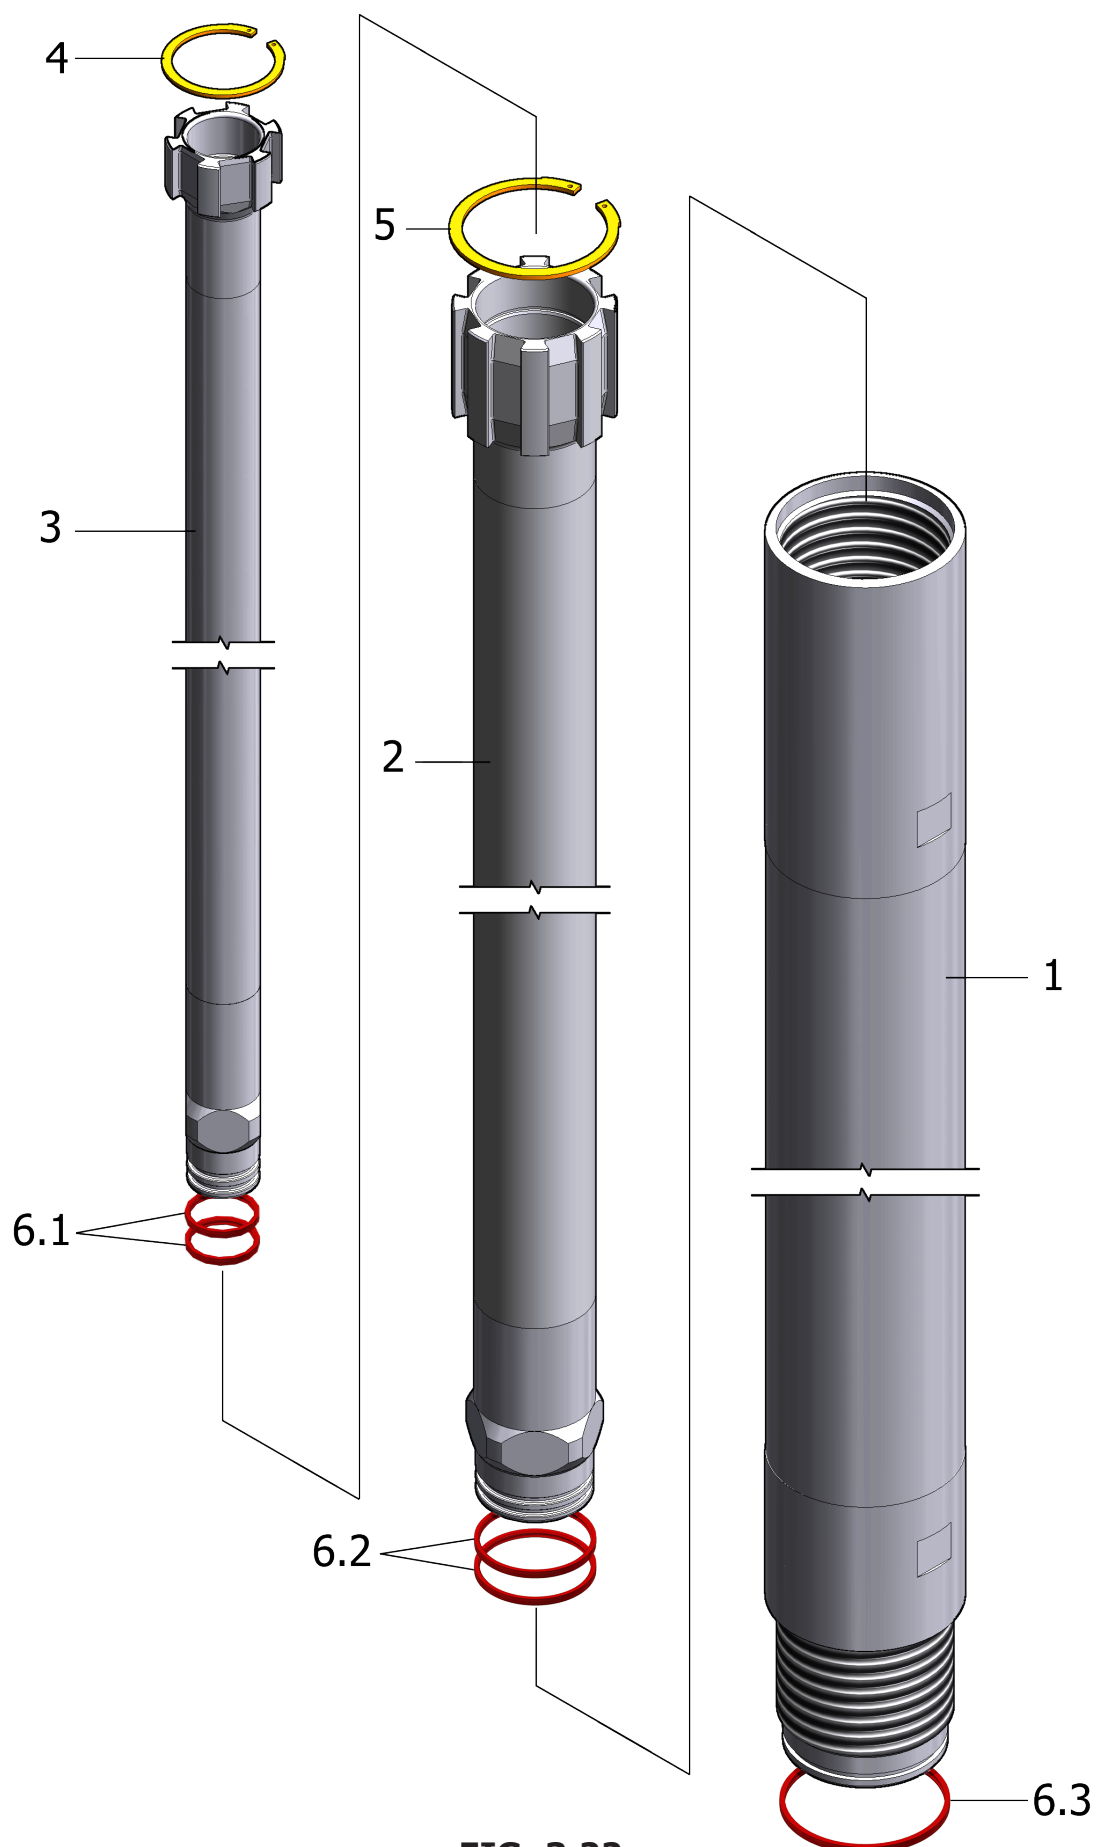

FIG. 3.22
**D.114 C3 ROD: J-114C3100 (L=1000); J-114C3200 (L=2000); J-114C3300 (L=3000) (REF. FIG. 3.22)**